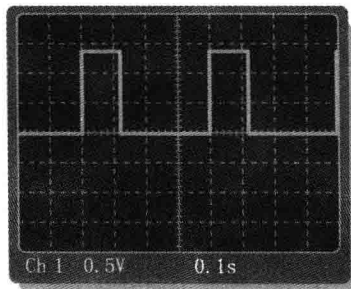

图 8-82
43. 求图 8-82 中屏幕显示的脉冲波形的幅度、脉冲宽度和占空比, 水平轴为 0V 。